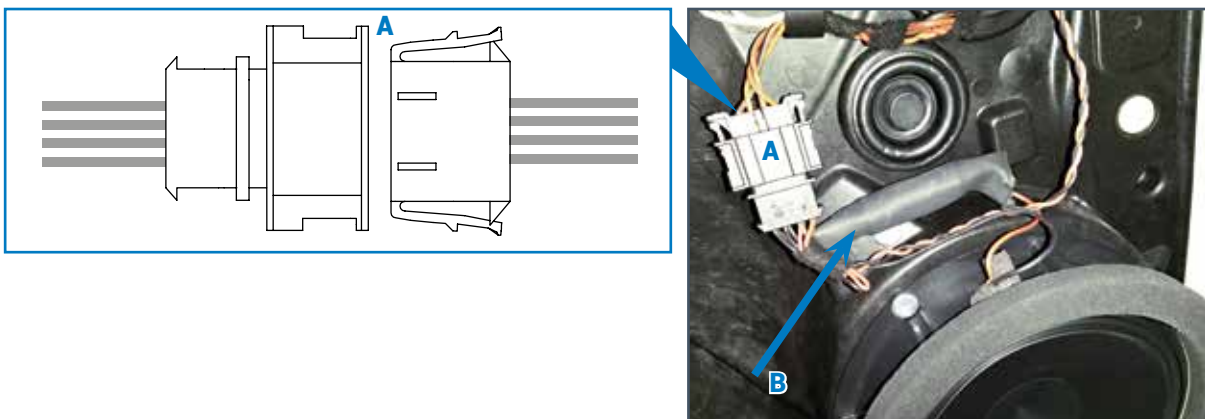

Fig. 28
10.3.2 Collegare lo SPEAKER CABLE al connettore di serie della vettura (Fig. 28 punto A) posizionando il crossover come mostrato nella foto (Fig. 28 punto B).